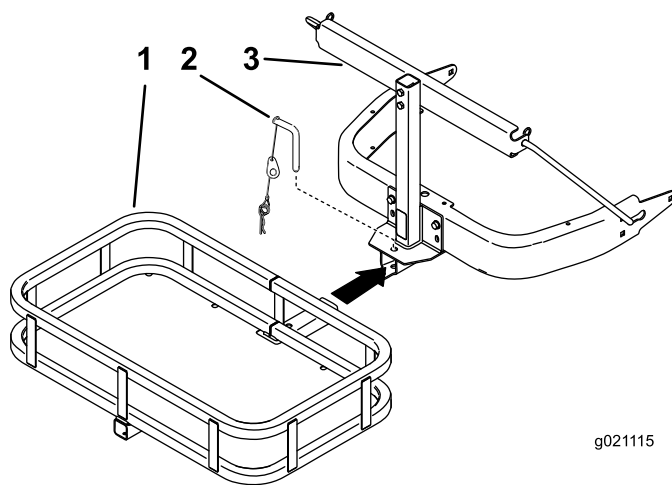

Figura 3
8. Deslice la bandeja en el conjunto de montaje de la bandeja, alineando los taladros. Sujétela con el pasador y la chaveta (Figura 3).